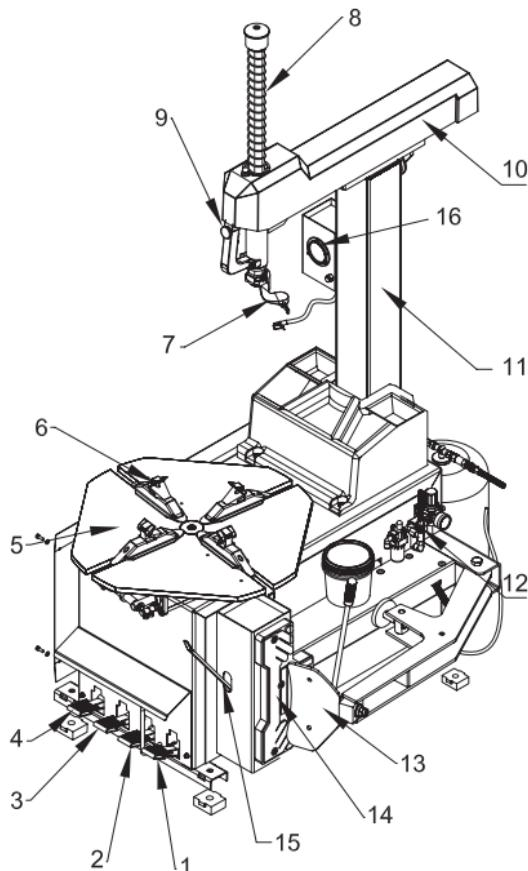

Рисунок 2 – Общий вид шиномонтажного стенда
- Нажмите педаль вращения стола (3, рис. 2). Монтажный стол должен вращаться по часовой стрелке. Поднимите педаль. Стол должен вращаться против часовой стрелки.
- Нажмите педаль отжима покрышки (1, рис. 2) до срабатывания лопаты отжима. При отпускании педали она должна вернуться в исходное положение.
- Нажмите педаль зажима кулачков (2, рис. 2) для разведения кулачков. При повторном нажатии на педаль кулачки сходятся.
- Нажмите на спусковой крючок на пистолете накачки для выпуска воздуха из наконечника (16, рис. 2).
2. Установите колесо на монтажный стол (4, рис. 2).
- Поместите четыре кулачка (6, рис. 2) в положение, отмеченное маркировкой на столике, выжимая до половины вниз педаль зажима (2, рис. 2).
4. Опустите штангу (8, рис. 2), пока монтажная головка (7, рис. 2) не ока-
6. Поднимите закраину покрышки на носик монтажной головки. Для этого вставьте монтажную лопатку между закраиной шины и носиком монтажной головки, затем приподнимите педаль вращения стола (3, рис. 2).
7. Удерживая монтажную лопатку (15, рис. 2) в нужном положении, вращайте стол по часовой стрелке, полностью выжав педаль вращения стола. Продолжайте, пока шина полностью не отделятся от обода.
3. Зафиксируйте обод колеса при помощи внутренних частей кулаков (6, рис. 2).
- Чтобы накачать шину, вставьте наконечник пистолета для накачки (16 рис. 2) в сосок шины при положении запирающего рычажка «UP» («вверх»). Убедитесь, что сопло плотно обхватывает сосок.